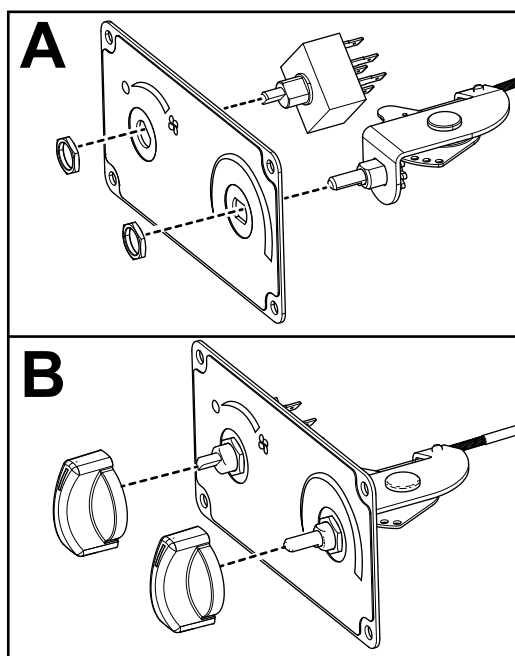

Figura 5
4. Instale os 2 interruptores no painel de controlo com 2 porcas de interruptor (7/16 pol.) como se mostra em A de Figura 5.
5. Instale um manípulo sobre cada interruptor (B de Figura 5).